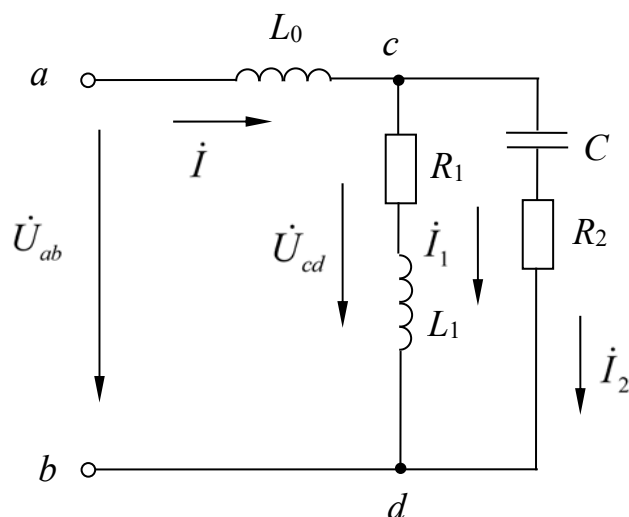

Рисунок 12 – Электрическая цепь переменного тока со смешанным соединением элементов
**Задача 3.** Определить токи в электрической цепи (рисунок 12), если напряжение на входе  $U_{ab} = 120$  В, а значение сопротивлений  $X_{L0} = 4$  Ом;  $R_1 = 6$  Ом;  $X_{L1} = 8$  Ом;  $X_C = 5$  Ом;  $R_2 = 5$  Ом. Осуществить моделирование работы схемы в среде Multisim.